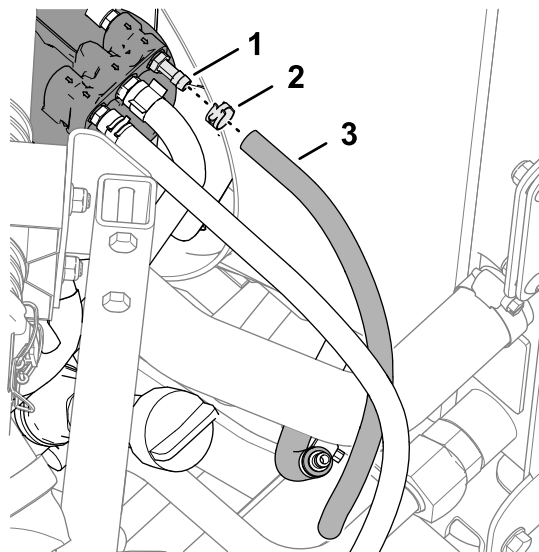

Bild 17
1. Befestigen Sie den Kraftstoffschlauch 6,4 x 457 mm mit der Federschlauchschelle am hintersten Anschluss des Kraftstofffilterkopfes (**Bild 17**).